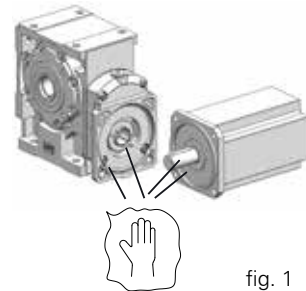

fig. 1
Antes de prosseguir para a montagem, limpe cuidadosamente e lubrifique as superfícies de contato para evitar o perigo da gripagem e da oxidação de contacto (ver fig. 1).
Uma semijunta deve ser encaixada sobre a extremidade do eixo do servo motor sem chaveta (se presente, remove-a, ver fig. 1). No caso de um elevado número de vezes por hora e altas cargas, é necessário requerer a execução especial: «**Junta com ranhura da chaveta**».
**Coloque a semijunta sobre o eixo do servo motor, como indicado na fig. 1, no assento do anel de elastômero.**